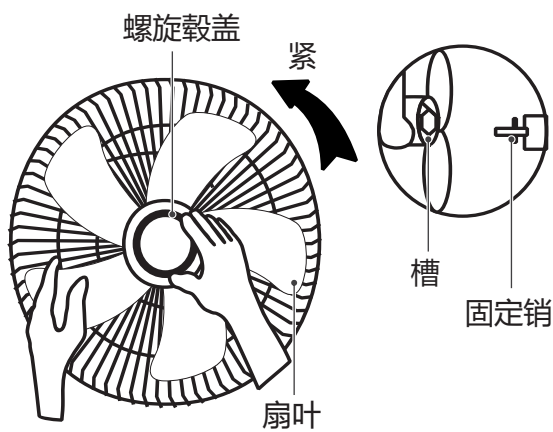

图2
2. 将扇叶插入轴，并确保转子轴销安装在扇叶的凹槽中。逆时针转动螺旋轂盖以拧紧扇叶。（图2）